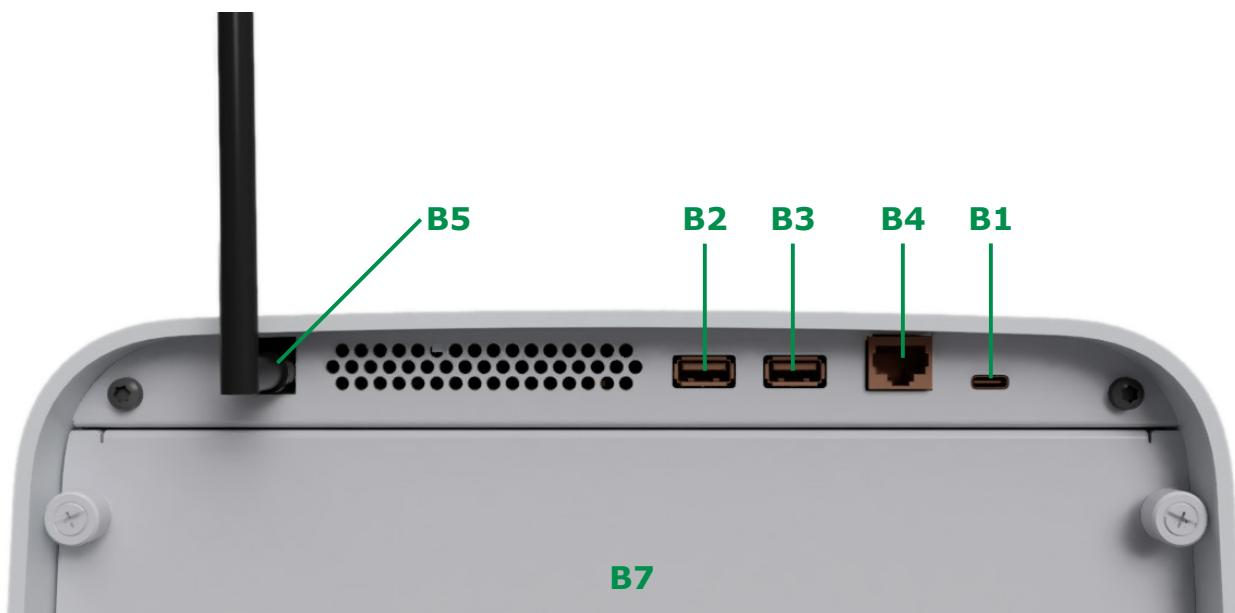

Figura 2.2: Individuazione degli elementi sul lato posteriore del dispositivo
Quando ci riferiamo a componenti specifici dell'apparecchio, come pulsanti o connettori, il manuale spesso indica il **codice identificativo** (ID) utilizzato nella 'Panoramica del dispositivo' (capitolo 2). Non avrete difficoltà a individuare questi componenti nel vostro strumento, facendo riferimento alla figura 2.1 quando il codice identificativo inizia con **F** per 'front' (fronte), alla figura 2.2 quando l'ID inizia per **B** come 'back' (retro) o alla figura 2.3 quando inizia per **P** di 'plate' (piastra di supporto).